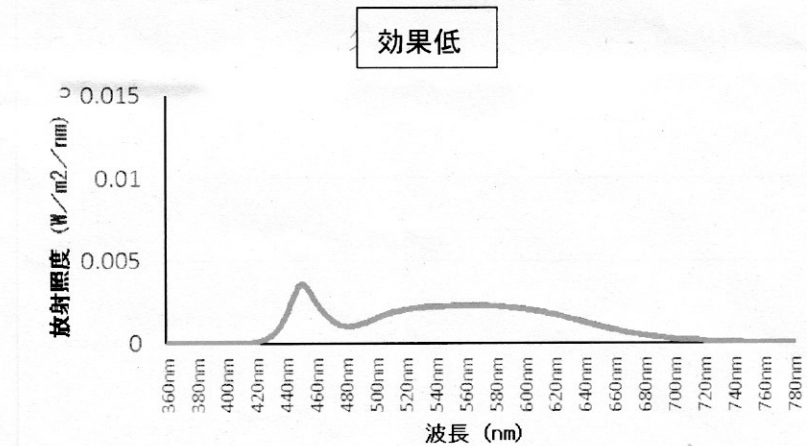

図 5 アイリスオーヤマ社 LED の波長分布と放射照度
- ・ピーク波長（451nm、青）で放射照度は約 $0.0035\text{W/m}^2/\text{nm}$ であった（図 5）。白色 LED 特有の波長分布で、エベレスト社 LED によく似ていた。